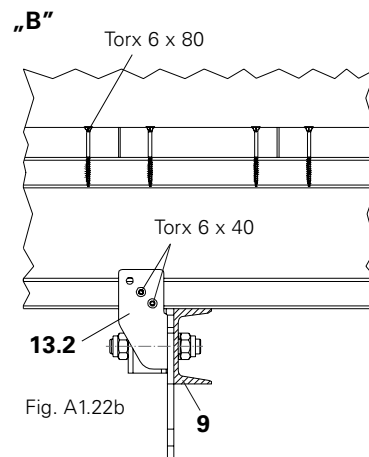

Fig. A1.22b
5. Fissare l'impalcato alle travi con viti Torx 6 x 80 (2x). (Fig. A1.22b)